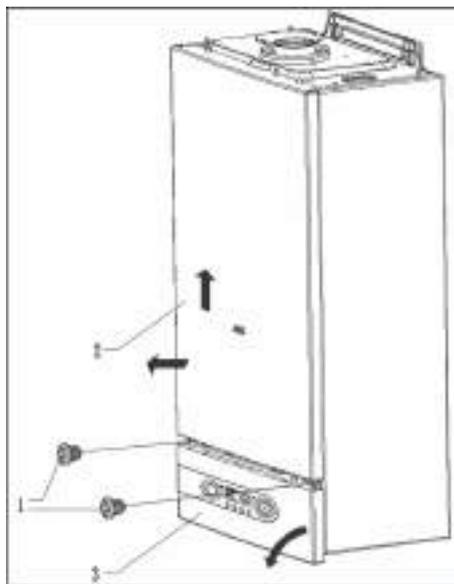

Рис. 21.
- Снимите винты фиксации передней крышки (поз. 1 рис. 21).
- Для снятия передней крышки потяните ее вверх и наружу (поз.2 рис. 21).
- Откиньте наружу панель управления (поз. 3 рис. 21).